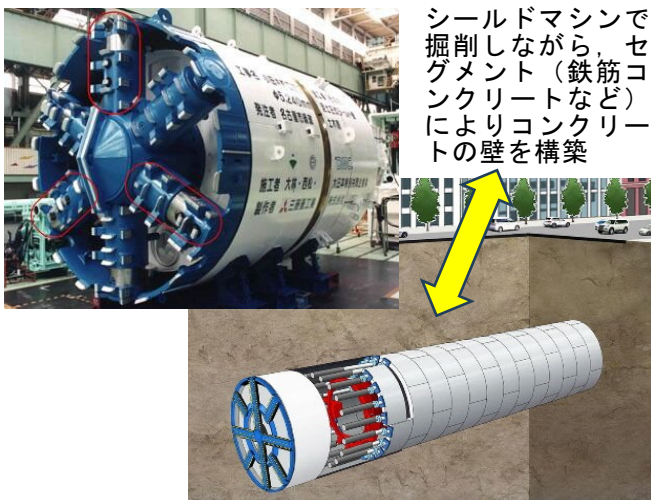

図4 シールドマシン（上）とシールド工法（下）
- ・木材を磨砕しながら穿孔し、同時に穿孔した壁面を固めていくフナクイムシの穿孔様式を参考に、19世紀初頭にイギリスの技師 マーク・イズムバード・ブルネルが「シールド工法」を開発しました。「シールド工法」は、現在も地下鉄や地下道路など、都市部でのトンネル工事において必須の工法となっています（図4）。